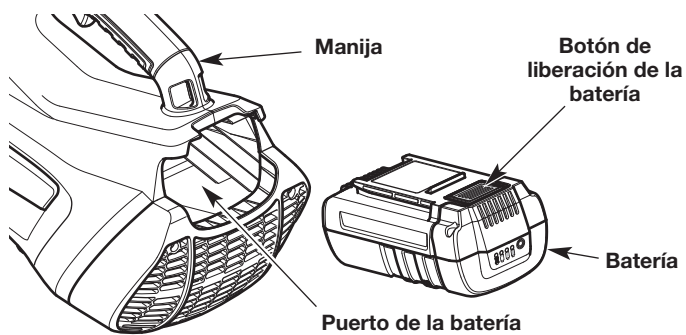

Fig. 6
1. Sujete firmemente la manija (Fig. 6). **NO** apriete del disparador. Consulte *Arranque y Parada*.
2. Deslice la batería en la base de de carga la batería (Fig. 6). Oprima la batería con firmeza hasta que quede trabada en su lugar (Fig. 6). Debería escuchar un "clic".
2. Presione el botón de liberación de la batería para destrabarla (Fig. 6).
3. Extraiga la batería del puerto de la batería (Fig. 6).